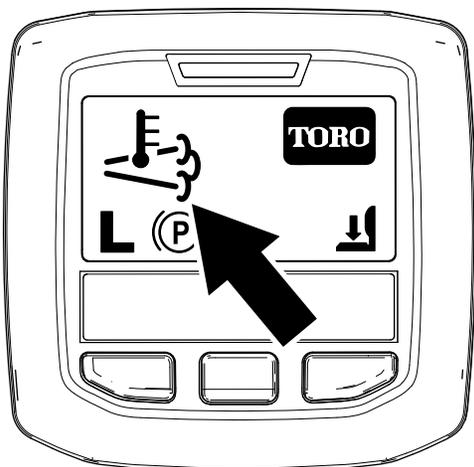

Figura 68
- L'icona della temperatura di scarico elevata viene visualizzata nell'InfoCenter (Figura 68).